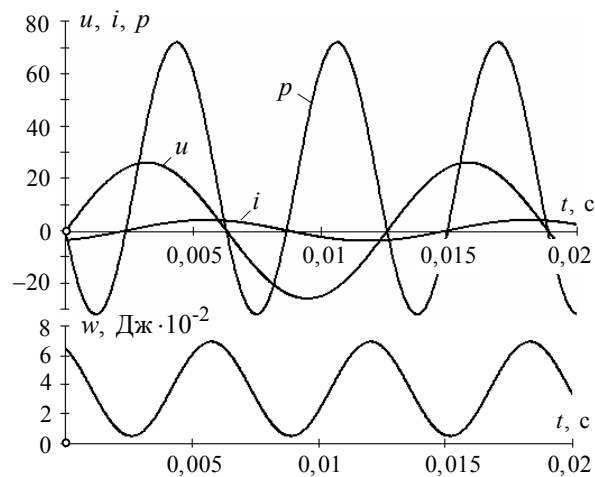

Рис. 8.4
4. Кривые зависимости мгновенных значений u , i , p и w в функции от времени приведены на рис. 8.4.